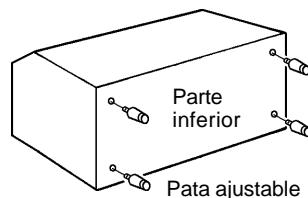

Fig. 3
- 1) Colocar la cubeta de almacén sobre su parte trasera con cuidado para no dañarla. Introducir las cuatro patas ajustables (accesorios de la cubeta) en los agujeros que hay al efecto en la parte inferior de la cubeta. Véase la fig. 3.